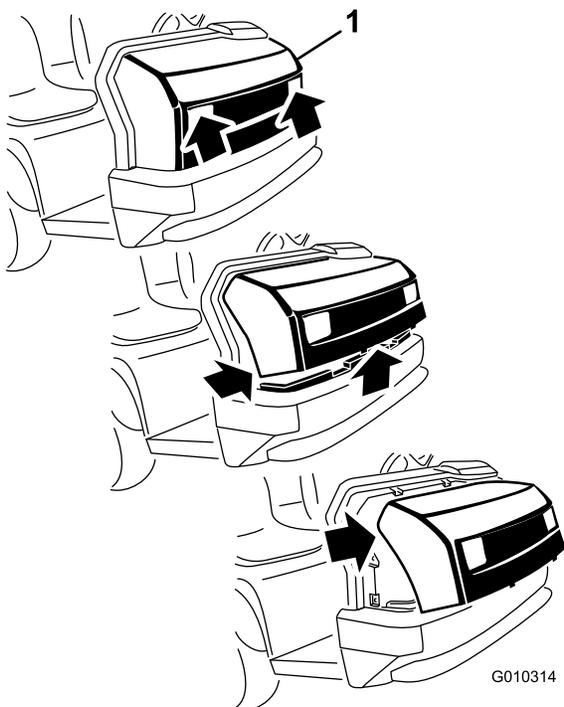

Figura 38
1. Segurando firmemente no capot pelas aberturas dos faróis, levante o capot para soltar as patilhas de montagem inferiores das ranhuras da estrutura (Figura 38).
2. Incline a parte inferior do capot para cima até ser possível retirar as patilhas de montagem superiores das ranhuras da estrutura (Figura 38).
3. Desloque a parte superior do capot para a frente e desligue os conectores de fios dos faróis (Figura 38).